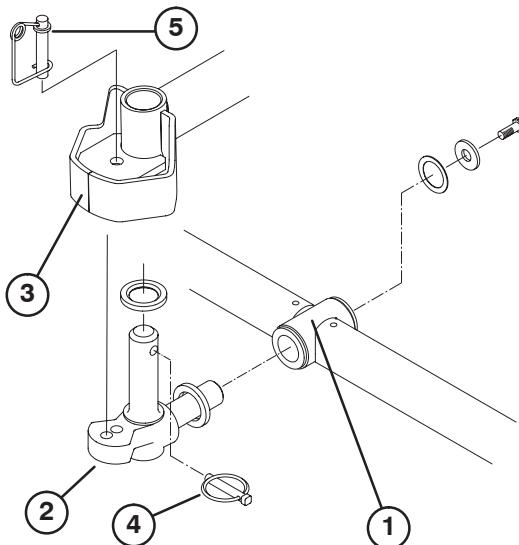

Figura 8
6. Introduza uma anilha de encosto no veio horizontal da articulação como mostrado na Figura 8.